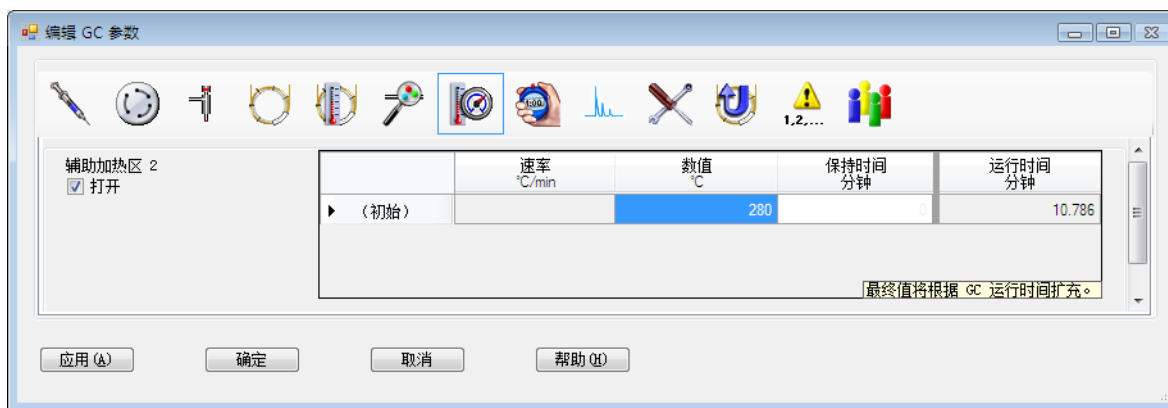

图 9 设置接口温度
- 2 单击辅助通道图标，编辑接口温度 (图 9)。此示例将 GC/MS 接口温度配置为第 2 辅助加热区。